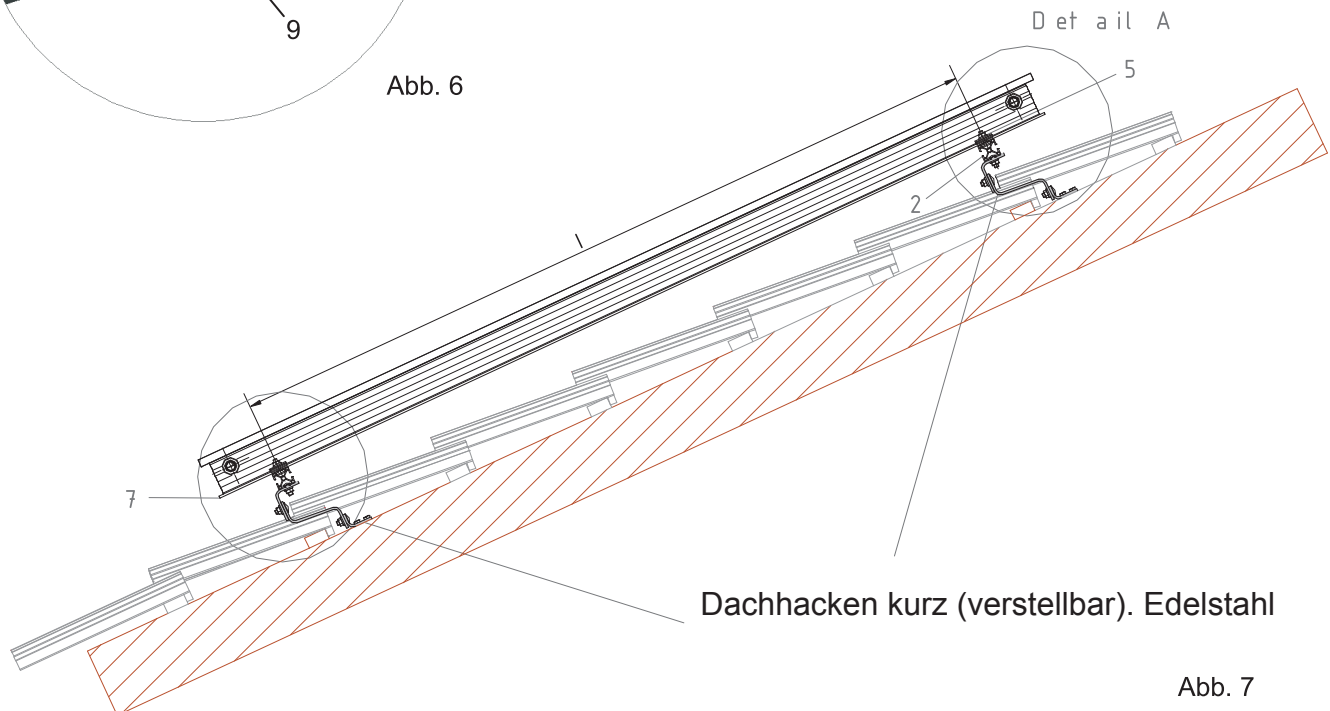
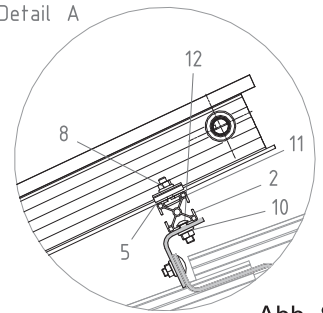

Abb. 7
Abb. 8
I (mm) ☐ siehe Abb. 7	min. 1705 mm / max. 1850 mm
I (mm) ☐ siehe Abb. 7	min. 815 mm / max. 930 mm
6. Die Hammerkopf-Schrauben (11) werden in die obere Nut der Montageschiene eingeschoben (Detail A, Abb. 8). Fixieren Sie die Kollektoren mittels Befestigungsklemmen (5) und den Hammerkopf-Schrauben (11) sowie den Sperrzahnmuttern (8) an der Montageschiene seitlich jeweils zwei Mal (oben / unten, Abb. 7).